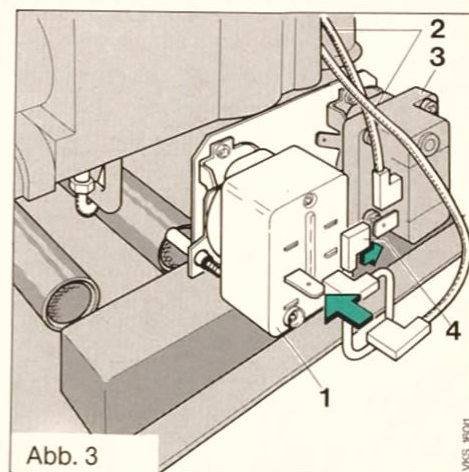

Abb. 3
Die dem Zubehör beiliegende (kürzere) Thermostromweiche (2) einbauen und wie in Abb. 3 dargestellt am Begrenzer (1) und am Sicherheitstemperaturwächter (3) aufstecken.
Die am Begrenzer (1) aufgesteckte Brücke (4) wie in Abb. 3 gezeigt am Sicherheitstemperaturwächter (3) aufstecken.